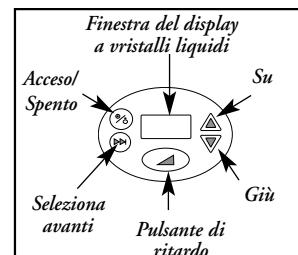

Figura 5
1. Tastierino numerico/Display a cristalli liquidi (fare riferimento alla **Figura 5** per la definizione del simbolo sul display a cristalli liquidi)
- Fare riferimento alla **Figura 5** per le definizioni dei simboli del display a cristalli liquidi.